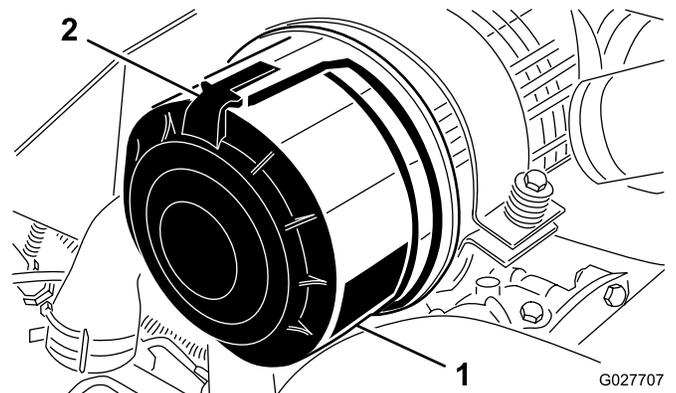

Figura 62
1. Abra los enganches que fijan la tapa del limpiador de aire a la carcasa del limpiador de aire (Figura 62).